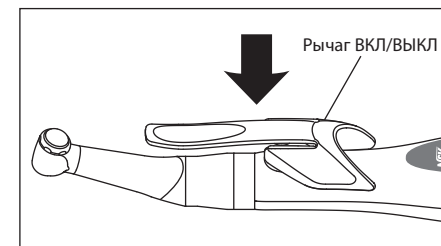

Рис. 6
- 1) Установка рычага ВКЛ/ВЫКЛ показана на Рис. 6.